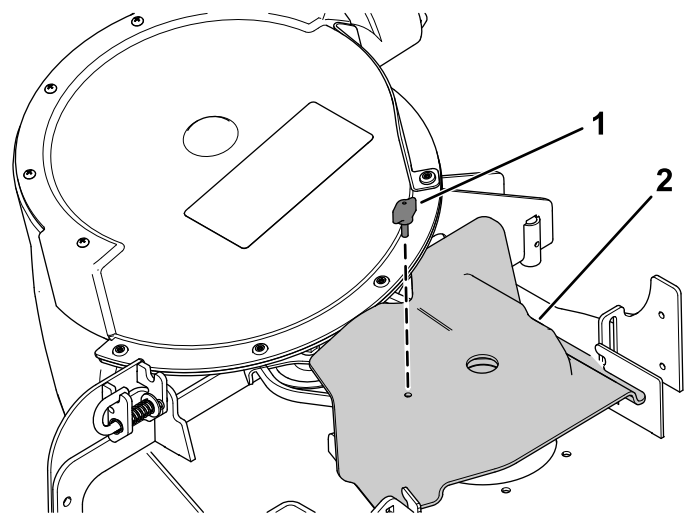

Figura 47
2. Montate il coperchio del copricinghia del soffiatore sulla cinghia del soffiatore e fissate il copricinghia con la manopola (Figura 47).